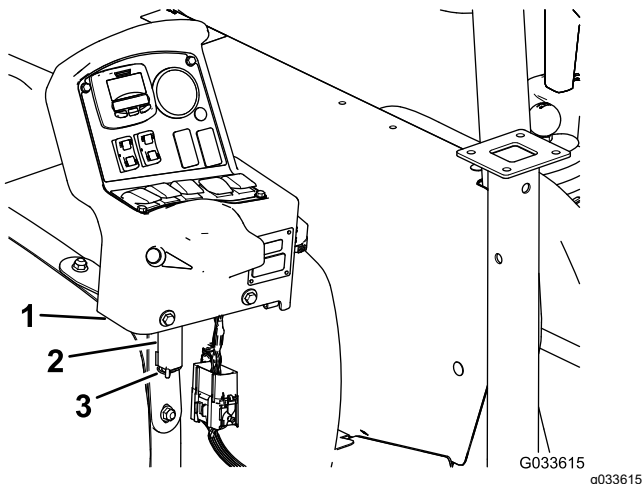

Figure 134
7. Déposez la console de son support sur la planche de bord de la machine et alignez l'axe de pivotement de la console sur le support de rangement au niveau de la sangle avant de la cuve (Figure 134); voir Montage de la console de commande sur la machine \(page 20\).
8. Montez la console sur le support et fixez l'axe de pivot sur le support avec la goupille fendue (Figure 134).